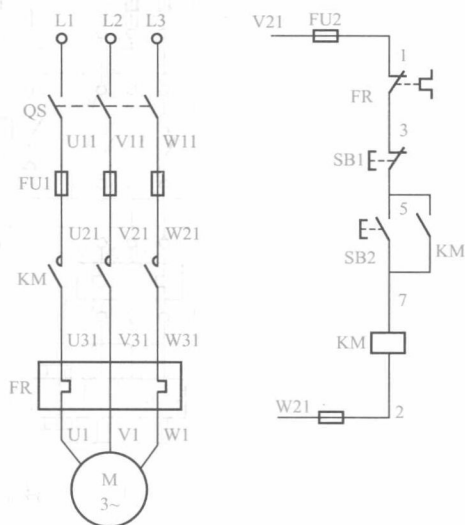

图 1-4 接触器直接起动电路
2) 图例。如图 1-4 所示,为接触器直接起动电路。
3) 图例说明。在接触器直接起动电路中,当合上隔离开关 QS 后,按下起动按钮 SB_2 时,接触器 KM 的线圈得电,它的动合主触点闭合,使电动机得电运转;另一个辅助触点闭合,进行自锁。当按下停止按钮 SB_1 或热继电器 FR 动作时,接触器 KM 线圈失电,动合主触点断开,电动机停止运转。由此可见,图 1-4 表示了电动机的操作控制原理。